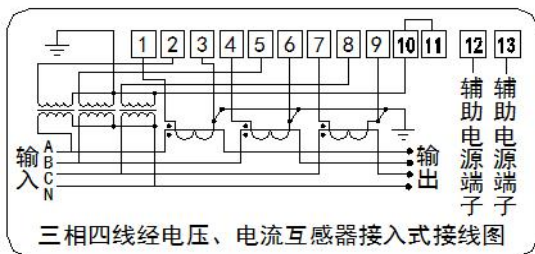

图 4 三相四线经电压、电流互感器接入式接线图（ $3 \times 57.7/100\text{V}$ ）辅助电源可选
a) 各种不同电源电压、接入方式的电能表安装接线图按图 4~7 所示：